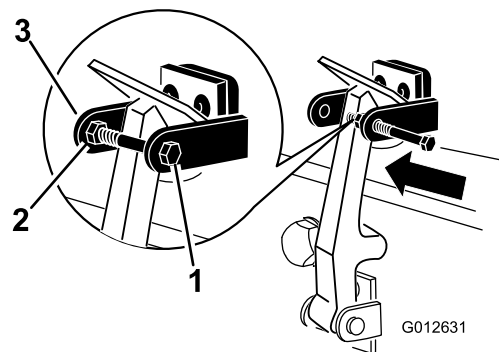

图 8
8. 将螺栓拧入机罩门锁支架的另一个臂直至将门锁锁定到位 (图 8)。